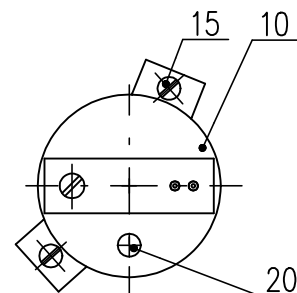

Рис. 6
- Поворачиванием устанавливающего триммера GAIN (рис.6) установите величину выходного сигнала тока, измеряемого на клеммах 81-82, на величину 20 мА.
4.5 Установка емкостного датчика (рис.6)